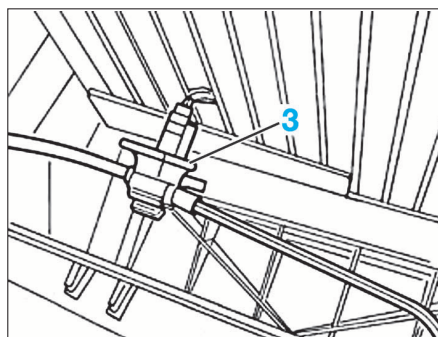

FIG. 19
- Déposer le capteur (3) sur l'évaporateur (Fig.19).